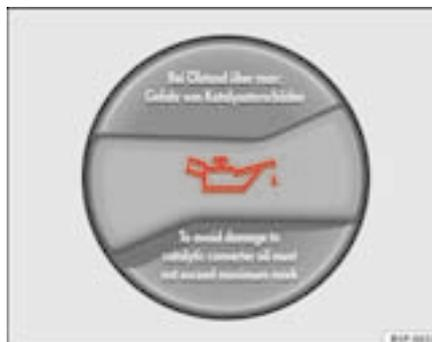

Fig. 142 Tampa da abertura de enchimento do óleo do motor no compartimento do motor
- Desenrosacar o tampão do bocal de enchimento do óleo ⇒ fig. 142.